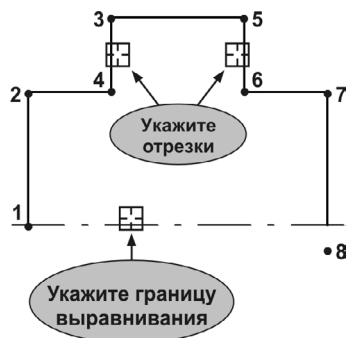

Рис. 59.74.
5. Продлите отрезки 3–4 и 5–6 до пересечения с осевой линией (рис. 59.74).